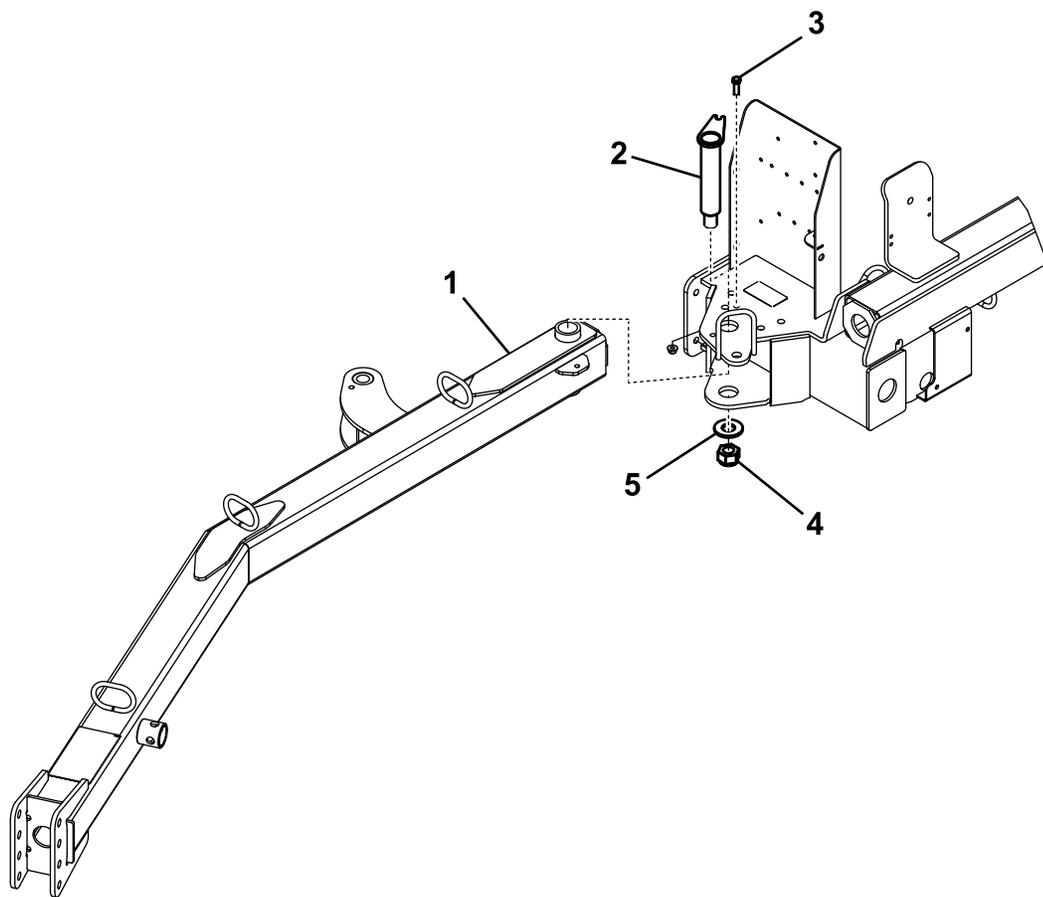

Рисунок 3
1. Вставьте задний конец буксировочной штанги между монтажными пластинами на уборочной машине, совмещая монтажные отверстия (Рисунок 3).
2. Проденьте палец сцепного устройства через монтажные пластины и буксировочную штангу (Рисунок 3).
3. Зафиксируйте верхнюю часть пальца сцепного устройства в монтажной пластине с помощью болта (3/8 x 1-1/4 дюйма) и контргайки (3/8 дюйма) (Рисунок 3).
4. Зафиксируйте нижнюю часть пальца сцепного устройства с помощью большой шайбы, большой гайки и установочного винта с квадратной головкой (Рисунок 3).